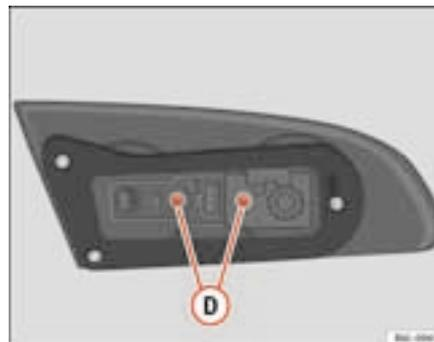

Fig. 159 Accesso alla lampadina
- Svitare le viti **(D)** ⇒ fig. 159 ed estrarre il portalampada.